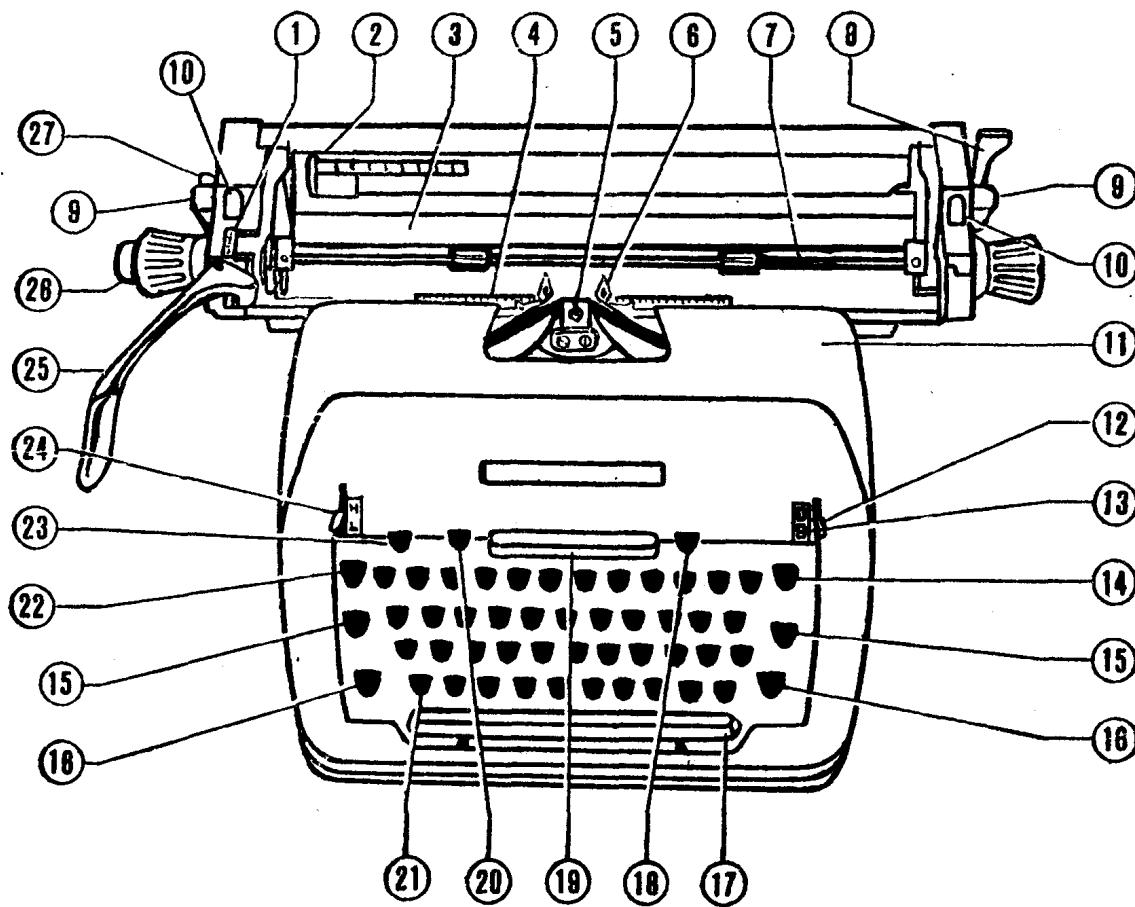

图 1：打字机主要部件及名称
——按纸张的宽度，移动纸位标尺(见图1—②)，使装纸位置适当。
——如发现装纸不正，可扳起松纸扳手（见图1—⑧），将纸摆正后，再按下松纸扳手，将纸夹紧。
——左边边缘界限定位：按下滚筒架左移动钮（图1—⑨），推动滚筒架滑车，将左边需要定位的位置对准字模导槽槽口（图1—⑤），揿一下左边的边缘定位钮（图1—⑩）即可。
——右边边缘界限定位：按下滚筒架右移动钮（图1—⑨），推动滚筒架滑车，将右边需要定位的位置对准字模导槽槽口（图1—⑤），揿一下右边的边缘定位钮（图1—⑩）即可。
一般根据打字内容的多少而决定行距，内容多可选一个行距，将行距选择杆（图1—⑪）拨在行距①上。内容较少则选用行距②，可用选择杆调节。余类推。